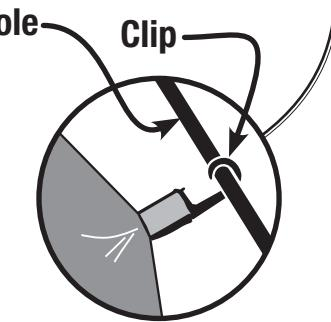

Fig. 5
- Attach clips along the edges of tent to poles. (Fig. 5)
- Attachez les crochets qui se trouvent sur les rebords de la tente aux arceaux principaux du toit. (Fig. 5)